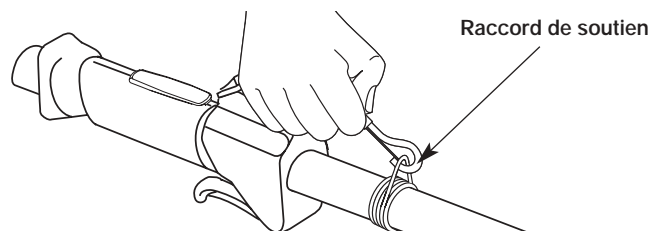

Fig. 5
3. Passez le harnais par-dessus la tête puis sur l'épaule. Accrochez-le au raccord de soutien (Fig. 5).